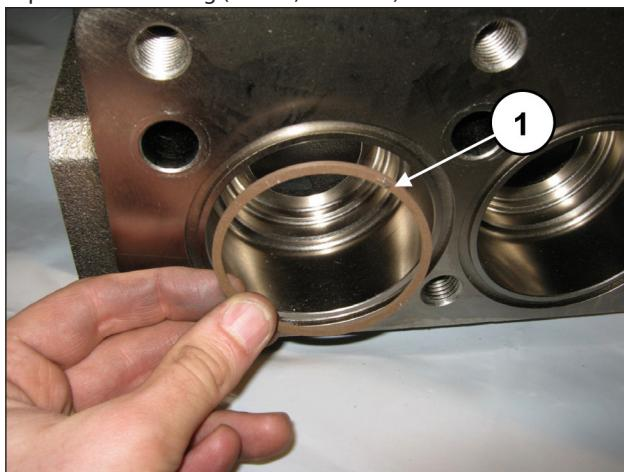

Abb. 147
Explosionszeichnung (Pos. ①, Abb. 147).